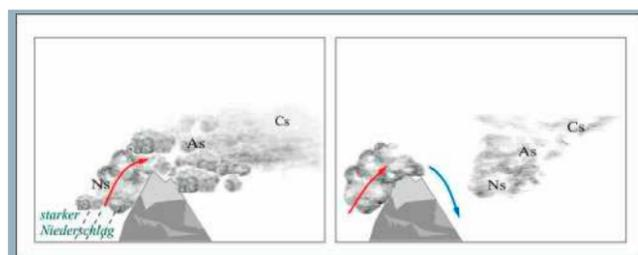

Abbildung 8: Modifizierte Warmfront durch Stau und Föhn
Beim Überqueren von Gebirgen werden Warmfronten durch Stau- und Föhnwindwirkung modifiziert. Die zusätzliche aufwärtsgerichtete Vertikalbewegung auf der Luvseite des Gebirges bewirkt eine Verdichtung und größere vertikale Ausdehnung des Wolkensystems und führt zu intensiveren Niederschlägen und Vertikalbewegungen in der Wolke. Auf der Leeseite dagegen herrscht abwärtsgerichtete Vertikalbewegung, das ist mit adiabatischer Erwärmung, einer teilweisen Auflösung der Bewölkung und der Abschwächung des Niederschlages verbunden. Gelegentlich kommt es sogar vor, dass die der Warmfront vorgelagerte Kaltluft das Gebirge nicht überqueren kann, dann wird die Warmfront im Luv quasistationär. Leeseitig nimmt die Frontfläche ihre ursprüngliche Form erst in größerer Entfernung vom Gebirge wieder ein. Man gewinnt den Eindruck die Front sei über das Gebirge „gesprungen“ (siehe Abbildung 8)
10. Fronten werden durch die Orografie modifiziert, im Luv verstärkt, im Lee abgeschwächt (siehe auch Abbildung 8).